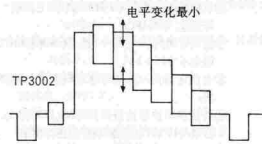

图15
- 步骤：①将NTSC制彩条信号输入录像机；
②以SP方式录制NTSC制彩条信号；
③以4.43NTSC方式重放刚录制的磁带，并置录像机为静像状态；
④将示波器连接到TP3002；
⑤调节VR3802，使彩条信号的电平变化最小，如图15所示。